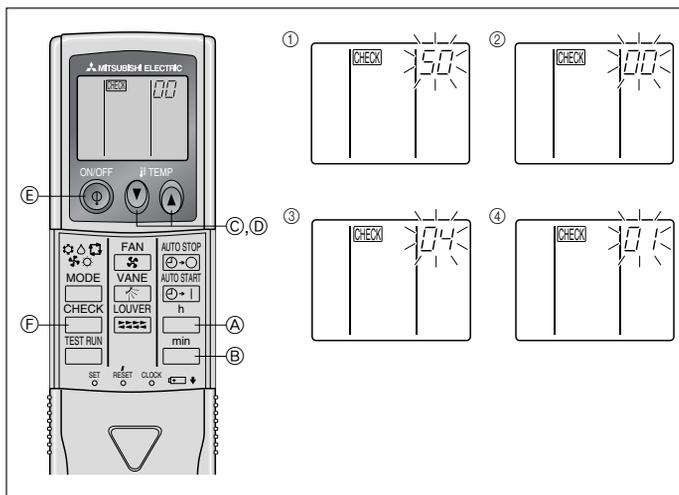

Fig. 6-9
- ⑧ Πιέστε το κουμπί MODE E και ο τρόπος λειτουργίας καθώς και ο αριθμός ρύθμισης (I) και (II) θα ανάβουν συνεχώς για να μπορούν να επιβεβαιωθούν οι επιμέρους ρυθμίσεις.
- ⑨ Πιέστε ταυτόχρονα τα κουμπιά FILTER (Φίλτρο) A και TEST RUN (Δοκιμαστική λειτουργία) B για τουλάχιστον δύο δευτερόλεπτα. Η οθόνη επιλογής λειτουργίας θα εξαφανιστεί προσωρινά και θα εμφανιστεί η οθόνη OFF του κλιματιστικού.
2) Για το τηλεχειριστήριο (Fig. 6-9)